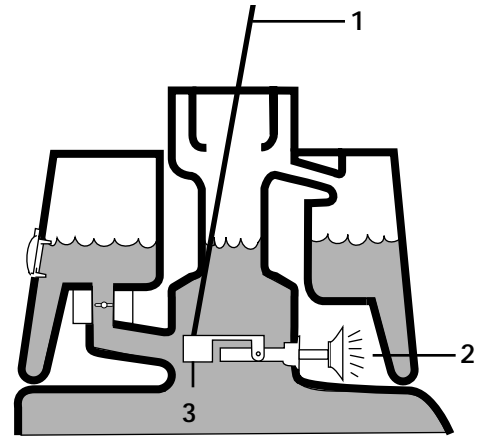

Figure 12
3. Insérer une tige ou une tournevis propre dans le col du réservoir et pousser doucement sur le flotteur du commutateur (Fig. 12). L'alarme devrait résonner au bout d'une seconde.